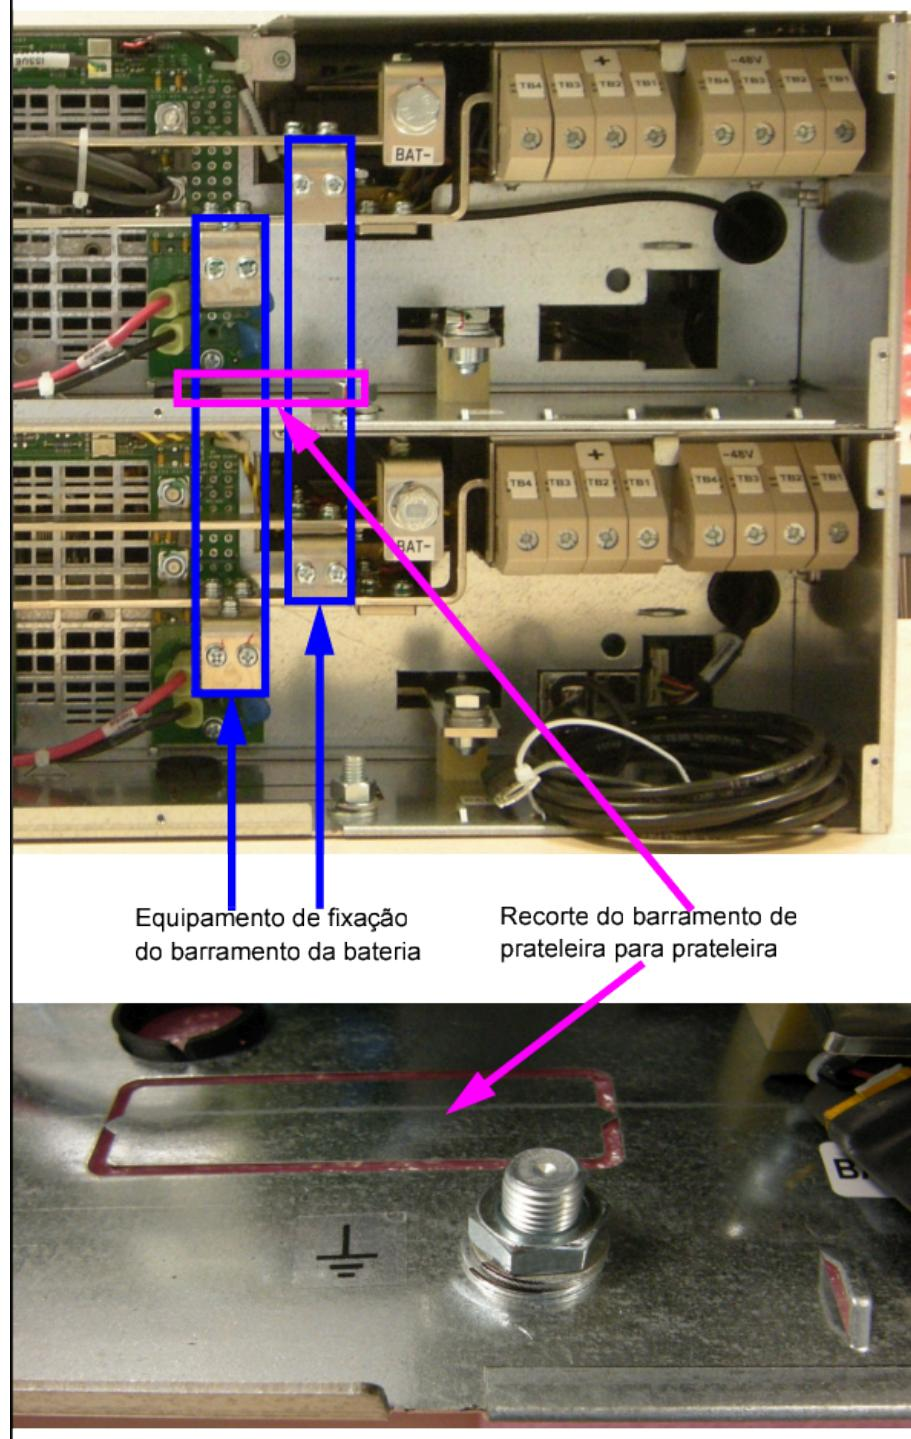
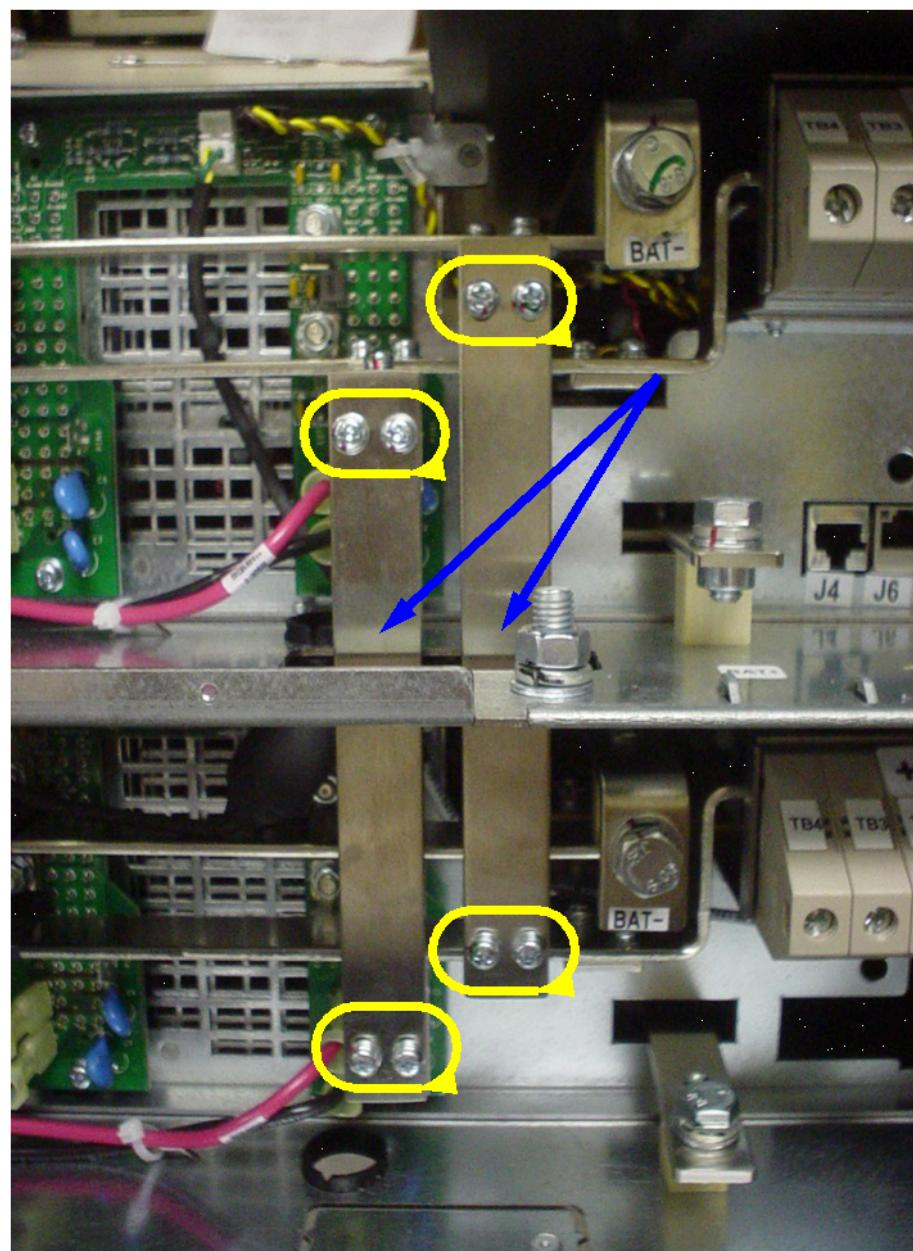

Figura 169: Instalação do barramento de prateleira para prateleira
Figura 170: Ligação do barramento UACD
- 1) Remova o recorte do barramento de prateleira para prateleira (consulte Figura 169: Instalação do barramento de prateleira para prateleira na página 186).
- 3) Alinhe os barramentos na abertura (consulte Figura 170: Ligação do barramento UACD na página 187).
- 4) Instale os barramentos da bateria e fixe com o equipamento (parafusos, consulte Figura 170: Ligação do barramento UACD na página 187) retirados anteriormente. Aperte o equipamento com um binário de 60 – inch lb (consulte Figura 169: Instalação do barramento de prateleira para
prateleira na página 186 e Figura 170: Ligação do barramento UACD na página 187).